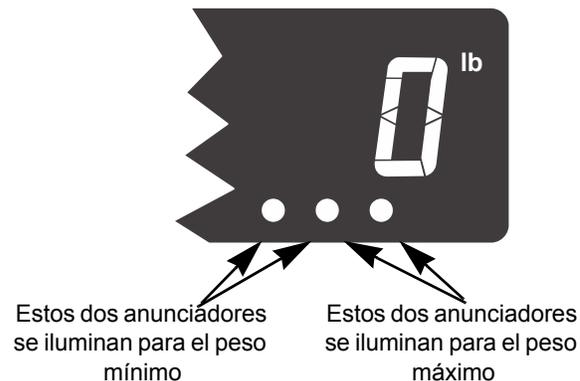

Figura 3.3 Anunciadores mín/máx
Sólo se muestra el peso más alto aplicado a la balanza cuando se selecciona la visualización del valor del peso pico. El peso mínimo es designado por un par de anunciadores de *círculo* verde. El peso máximo es designado por un par distinto de anunciadores de *círculo* verde. Consulte la figura 3.3.
1. Presione repetidamente **SELECT (SELECCIONAR)** hasta que se iluminen los dos anunciadores de círculos verdes de la derecha. Consulte la figura 3.3. Esto significa que ahora visualiza el peso pico o máximo.